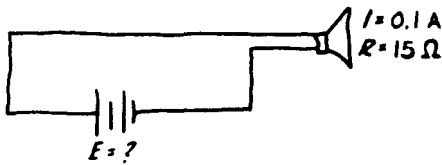

Fig. 9-3. Diagrama para el problema 2.
**Problema 2:** Una bocina de bicicleta tiene marcada una corriente nominal de 0.1 amperes. Se sabe que la resistencia de la bobina de la bocina es de 15 ohms. Calcule el voltaje que debe aplicarse al circuito de la bocina, para que ésta funcione en forma correcta (Fig. 9-3).